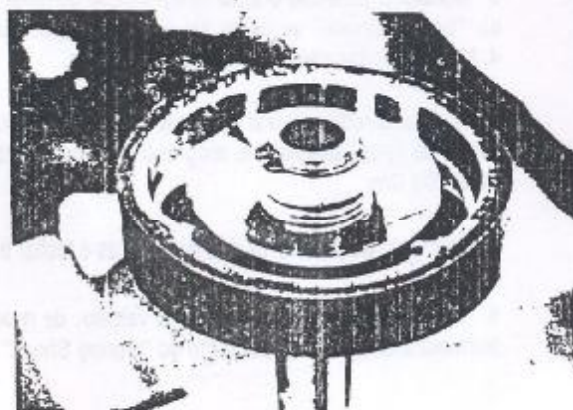

Figura 4.13.7 - Anel trava da haste
16. Remover o anel trava da haste (Figura 4.13.7). Remover a arruela, a mola e o prato da mola.
4. Instalar a mola, a arruela e instalar o anel trava da haste (Figura 4.13.7).